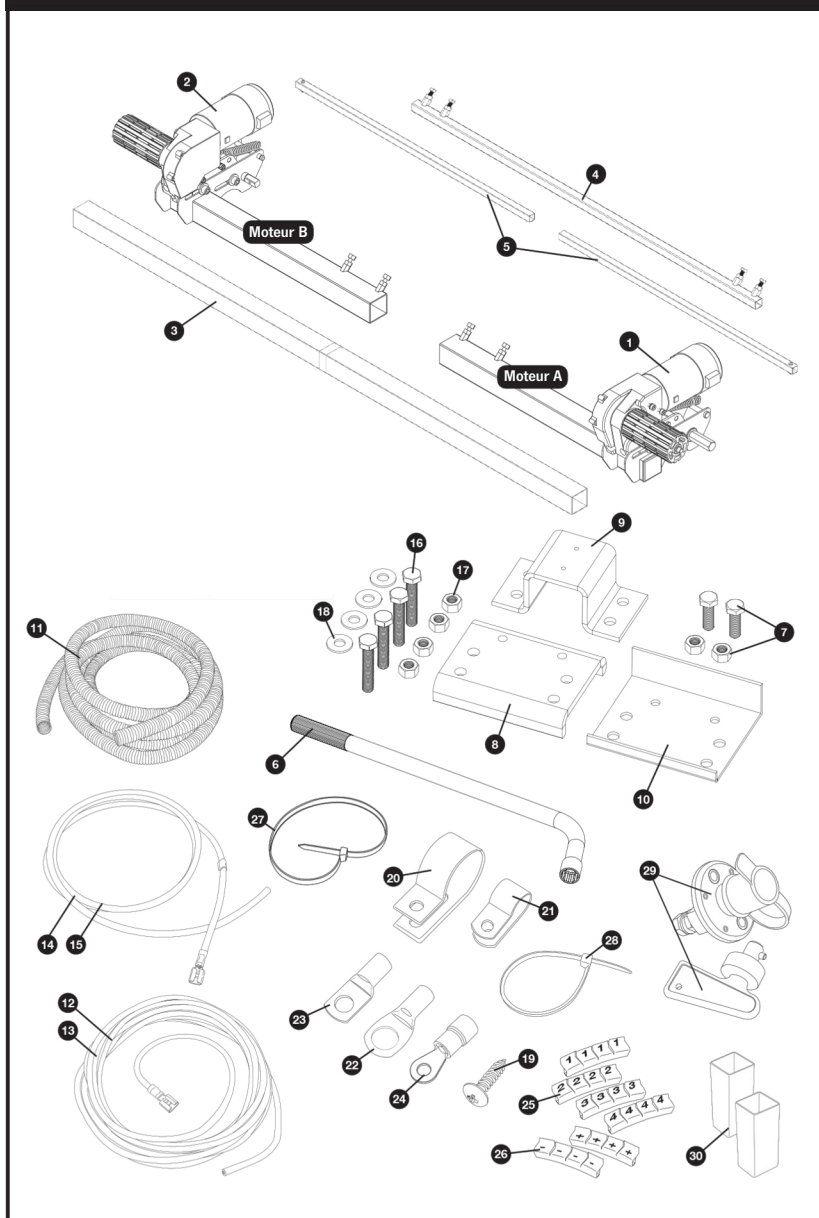

Fig. 1
Assemblez sans serrer le côté cadre du moteur (1), le côté cadre du moteur (2) et la traverse principale (3) (voir Fig.1). Les écrous (Fig.1.B) pour la fixation de la barre transversale doivent être serrés à la main à ce stade. Assemblez la barre d'actionnement transversale en faisant glisser les barres d'actionnement (5) dans la barre centrale d'actionnement (4) et en les montant sur les tiges d'assemblage du moteur (Fig.1.A). Fixez les barres d'actionnement à ces tiges à l'aide de l'écrou nyloc et du boulon fournis (déjà fixés aux barres d'actionnement). Les écrous (Fig.1.C) de fixation ne doivent pas être plus serrés que les doigts à ce stade. Placez l'ensemble (Fig.1) sans le serrer sous la caravane. En principe, l'unité doit être placée devant les roues de la caravane, mais il est préférable de ne pas la placer sous la caravane. En principe, l'unité doit être installée devant les roues de la caravane, mais si cette position n'est pas possible, il est possible de l'installer à l'arrière des roues en faisant pivoter l'ensemble de 180° degrés (remarque : dans ce cas, reportez-vous au schéma de l'essieu arrière lors du câblage de votre système). Assurez-vous que la barre transversale principale (3) est positionnée au centre de l'ensemble caravane/mobile (le centre est marqué). Ajustez la position latérale de chaque côté du moteur de façon à ce que les rouleaux soient au centre du pneu, ou aussi près du centre que possible, en veillant à laisser un espace de 10 mm entre le pneu et la boîte de vitesses de la mover (Fig. 6).
Une fois satisfait de l'espacement du moteur, serrez à fond les quatre écrous nyloc (17) sur les deux ensembles de serrage (Fig.10) à un couple de 40 ft lbs/55Nm, puis les boulons (Fig.1.B et Fig.1.C) sur chaque cadre côté moteur à un couple de 9ft lbs/12Nm. Vérifiez à nouveau la distance de 20 mm entre les rouleaux et les pneus et si nécessaire, desserrez les boulons et réajustez la position de l'ensemble. Une fois que vous êtes satisfait de la position de l'ensemble, installez et serrez les écrous et boulons d'arrêt du châssis (7) dans chacune des plaques supérieures de la pince classique (8) (voir Fig.10). Serrez avec un couple de serrage de 40 ft lbs/55Nm. Les boulons d'arrêt s'accrochent à la lèvre du châssis et empêchent le chariot de glisser le long du châssis.